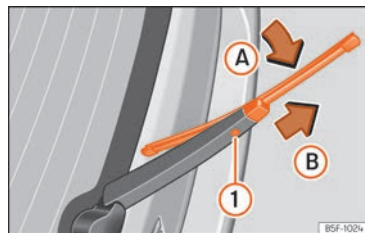

Fig. 162 Canvi de l'escombreta del vidre posterior.
- Roteu l'escombreta lleugerament >>> **fig. 162** (fletxa **A**).